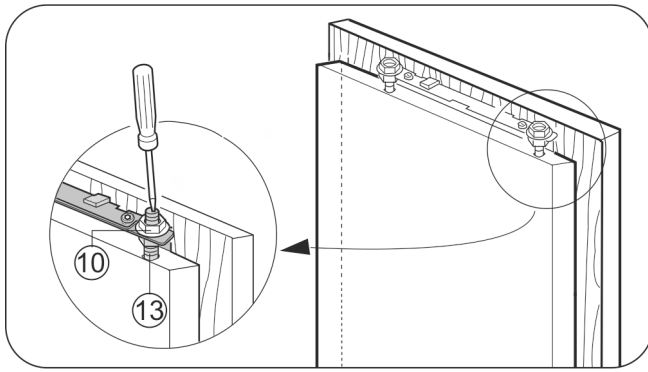

Fig. 22
- ▶ Zategnite protimatice Fig. 22 (10) s šestkotnim ključem 13, pri tem pa nastavitvene zatiče Fig. 22 (13) pridržite z izvijačem.